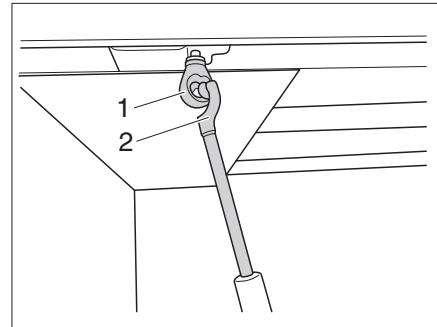

Fig. 148 Regolazione in altezza
- Agganciare la manovella (Fig. 148,2) nell'occhiello (Fig. 148,1) della regolazione in altezza.